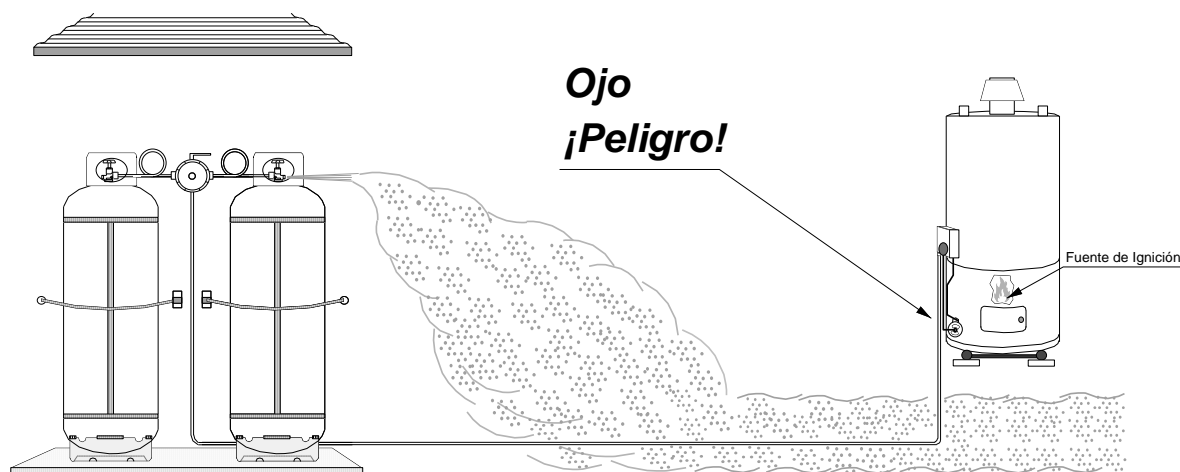

Figura 4. – Desplazamiento típico de una fuga de gas licuado
1. Los vapores de gas licuado son más pesados que el aire, por lo tanto, al fugar tienden a descender y acumularse en sótanos, alcantarillas, fosas, pozos, zanjas, etc. Sin embargo, su olor característico por el odorizante adicionado permite percibirlo fácilmente. La nube de gas acumulada puede encontrar fuentes de ignición y originar explosiones. Figura 4.